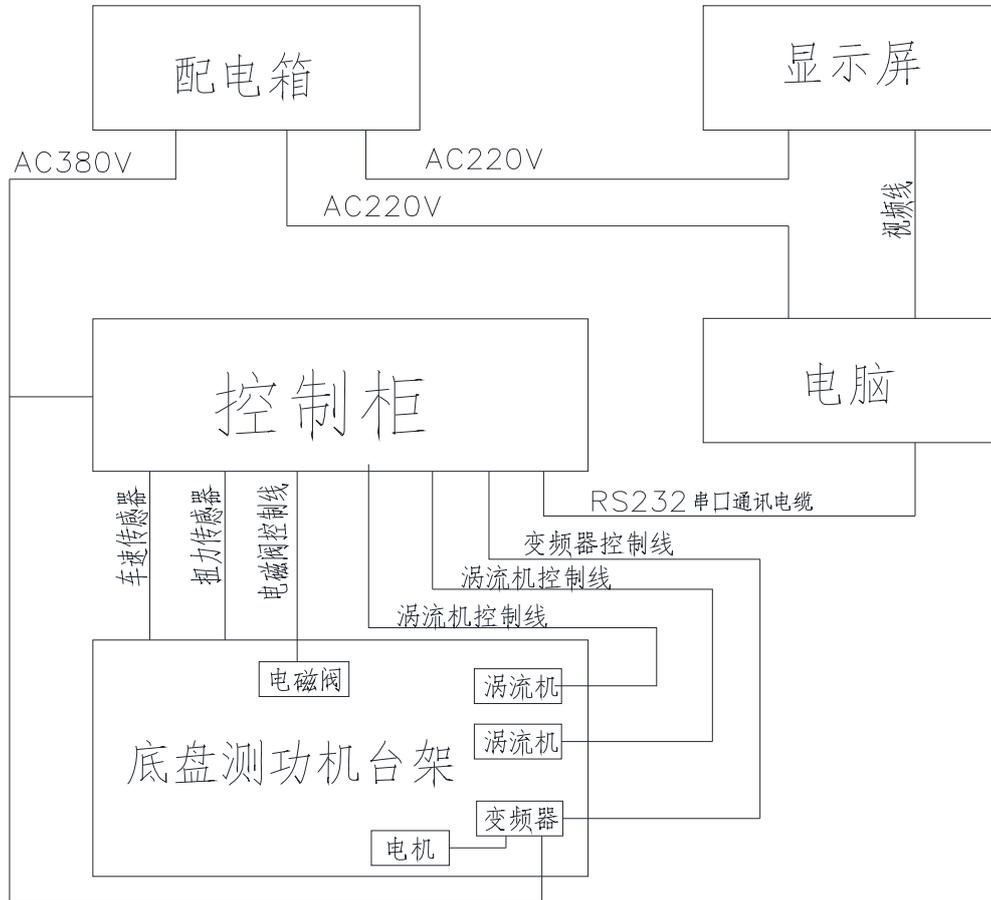

图 2.2
(5) 机械的安装
(6) 电气的安装
- a) 从配电箱中引出三相电源（使用五芯电缆：黄、蓝、红色接 380V，棕色接零线，黄绿色接地线），连接至底盘测功机，接线方法见图 2.2；